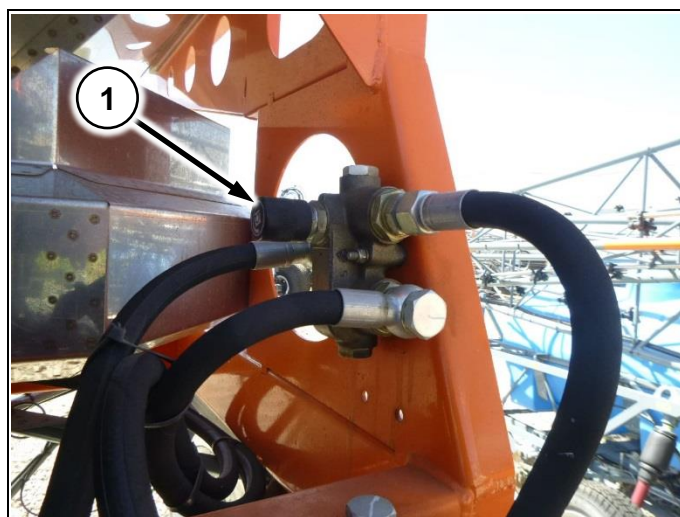

Рис. 73
1. Приоткройте ручку (Рис. 73/1) на один оборот и совершите пробный проезд на рабочей скорости.